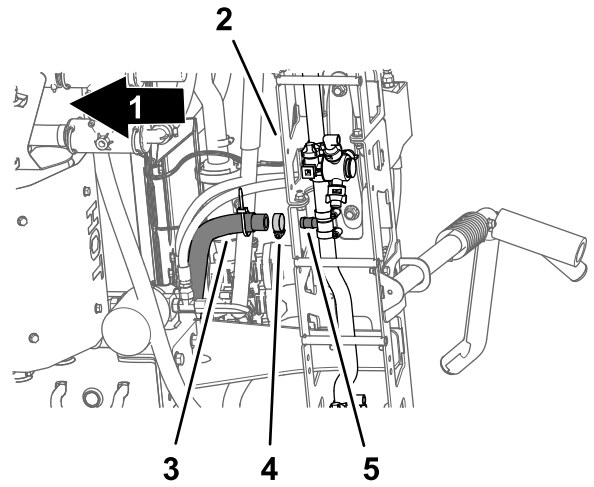

図 34
5. センターブームの下で、センターステムに給液しているホースをバーブ付き T 字フィッティングに固定しているクランプを外す 図 34。